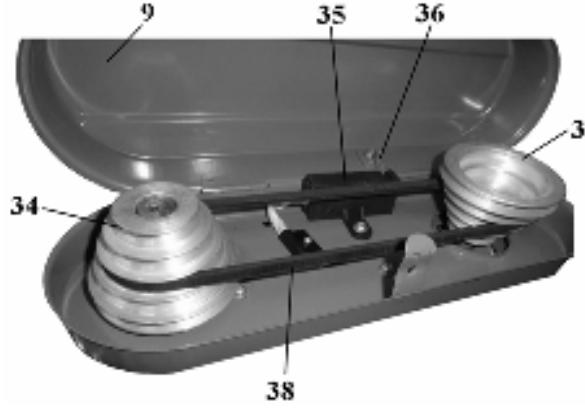
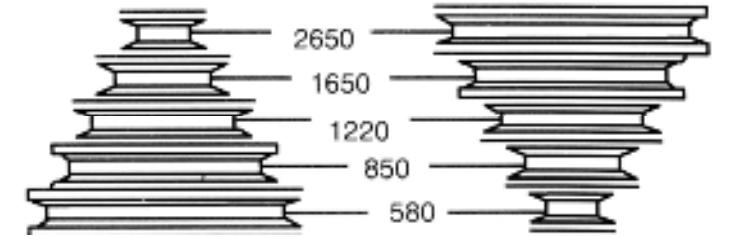
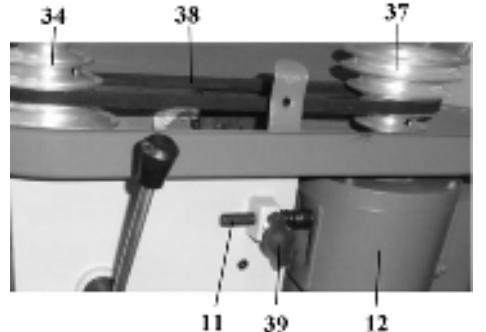

Рис. 8
Рис. 9
Рис. 10
10.8. Скорость вращения шпинделя регулируется изменением положения клинового ремня (38) на ручьях шкивов (34 и 37), Рис.8, 9. Можно установить 5 режимов частоты вращения шпинделя, Рис.9.
Для изменения режима вращения шпинделя предварительно следует ослабить натяжение клинового ремня (38), Рис.8.
Для этого необходимо ослабить винт фиксации (39), Рис.10. Переместите электродвигатель (12) со шкивом (37) в направлении шкива (34), так как на оси (11) установлена пружина; положение зафиксируйте винтом фиксации (39), Рис.10. В соответствии с намеченной операцией и согласно таблице 2 и Рис. 9 необходимо установить ремень (38) на ручьях шкивов (34 и 37), Рис.8-10.